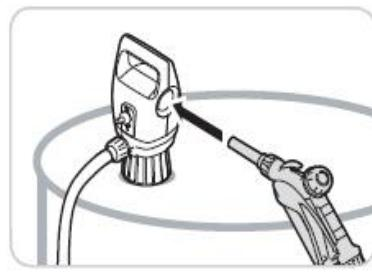

Рисунок 63
8. Поместите топливораздаточный пистолет в держатель на корпусе (смотрите рисунок 63 ниже).